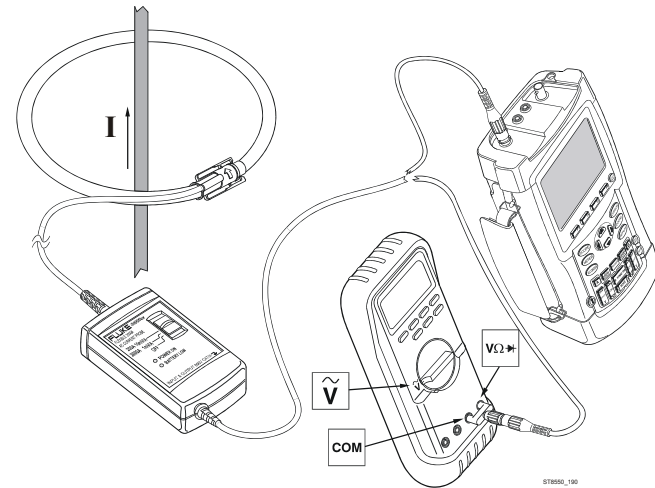

Figura 5. Configuración de medición
1. Conecte el conector BNC de la unidad i2000flex a la entrada deseada del instrumento de medición. Si va a utilizar un multímetro, emplee el conector doble banana a BNC (PM9081/001) para conectar la i2000flex a la entrada. (Ver Figura 5.)